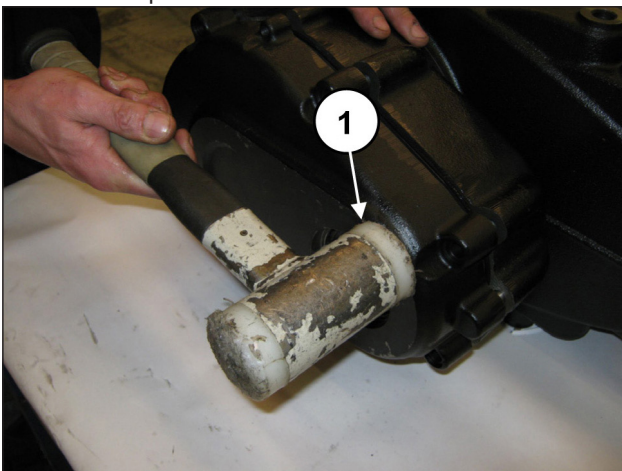
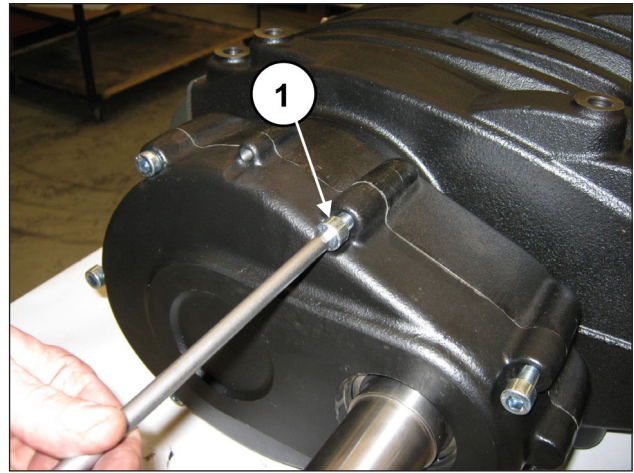

Fig. 87
Fig. 88
Monte a cobertura do redutor, mediante o mecanismo de percussão (pos. ①, Fig. 87) e fixe-o, mediante sete parafusos M10x40 (pos. ①, Fig. 88).